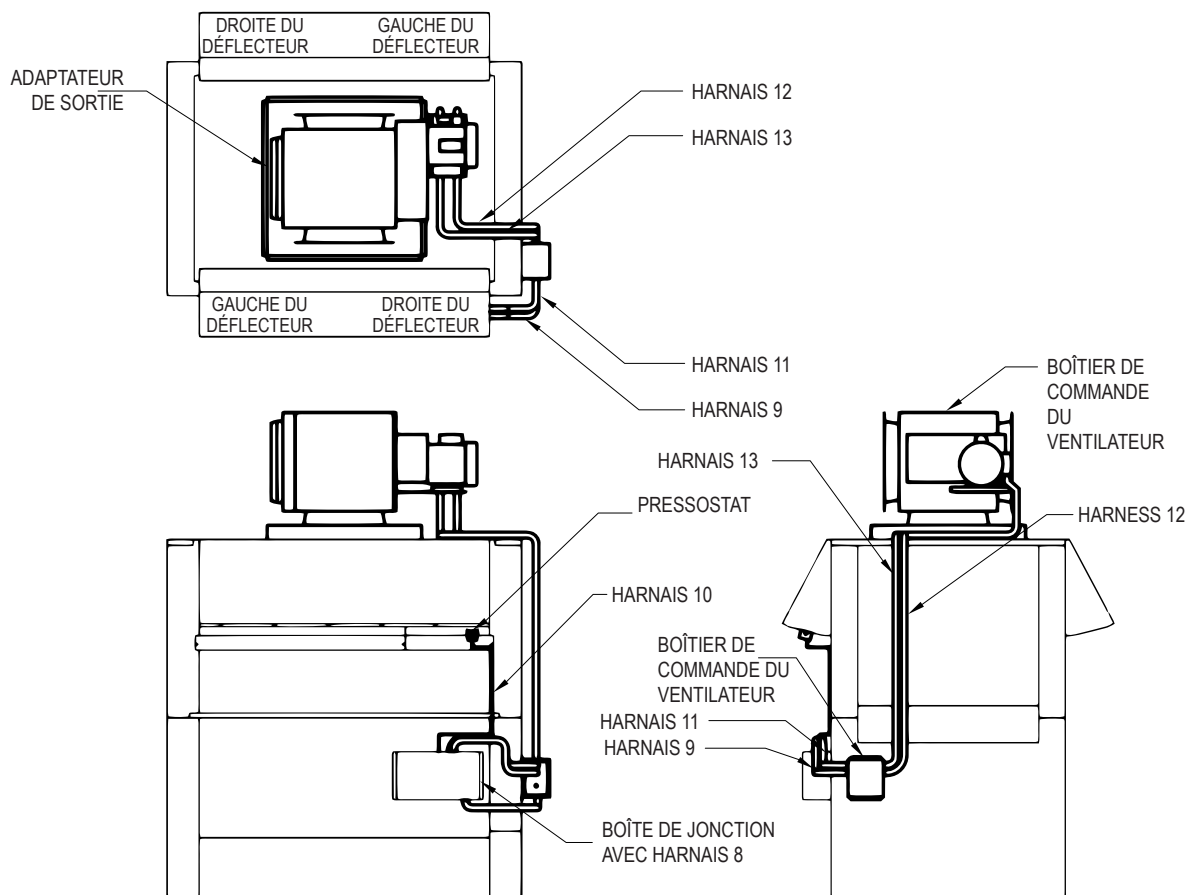
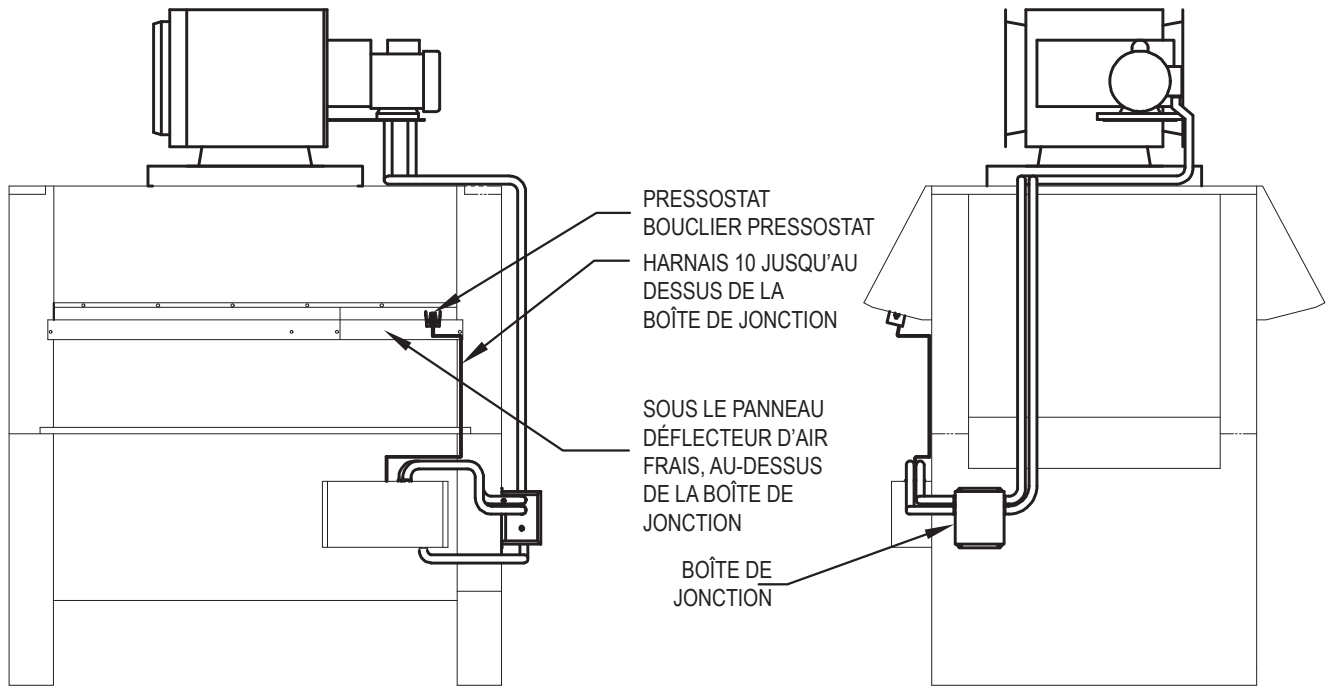

Figure 14. Raccordements, modèles 2100 à 4001
Figure 16. Coupe-circuit thermique d'évacuation
3. Montez le module de commande du ventilateur sur la partie droite de la chaudière, près de la boîte de jonction, à l'aide des 4 vis #10 fournies, voir **Figure 14**.
4. Fixez les panneaux déflecteurs sous les « ailes » inclinées du coupe-tirage, avec deux vis #10 pour chacun et deux vis #10 pour les relier l'un à l'autre, au centre, voir **Figure 14** et **Figure 15**.
5. Insérez le coupe-circuit thermique du conduit d'évacuation dans l'orifice situé dans le panneau déflecteur droit du coupe-tirage, au-dessus de la boîte de jonction. Insérez le coupe-circuit thermique par le bas et fixez-le en place par le haut, à l'aide de deux vis #6. Assurez-vous qu'il est bien protégé par son bouclier de protection, voir **Figure 14** et **Figure 16**.
7. Disposez les harnais de câble sous conduite comme indiqué à la **Figure 14**.
9. Raccordez l'extrémité du HARNAIS 9 au capuchon de connexion de la boîte de jonction, à l'aide du connecteur fourni, voir **Figure 14** pour l'ouverture appropriée.
13. Connectez l'extrémité libre du HARNAIS 9 au module de commande du ventilateur, voir **Figure 14** pour l'ouverture appropriée.
16. Raccordez l'extrémité du HARNAIS 11 aux deux connecteurs à fourche et au fil GRN dénudé du module de commande du ventilateur, à l'aide du connecteur fourni voir **Figure 14** pour l'emplacement approprié.
20. Raccordez l'extrémité du HARNAIS 12 au connecteur à fourche de la boîte de jonction, à l'aide du connecteur fourni, selon la **Figure 14**.
24. Raccordez l'extrémité du HARNAIS 13 au connecteur à fourche de la boîte de jonction, à l'aide du connecteur fourni, voir **Figure 14**.